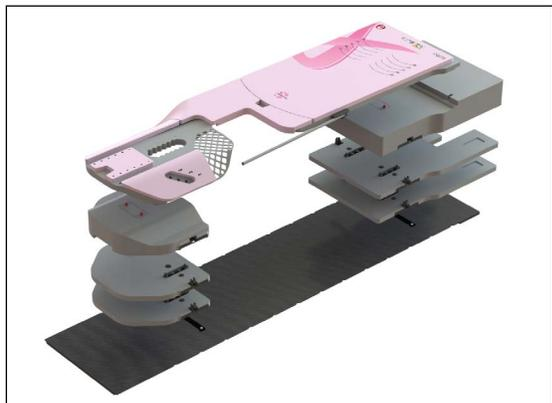

Fig. 3
2. Posizionare i rialzi e gli spessori per TC, a seconda della configurazione desiderata, sulle barre di posizionamento (Fig. 3 e 4). Assicurarsi di indicizzare i rialzi e gli spessori per TC usando le stesse posizioni sul rialzo per TC inferiore e superiore A, B, C o D (Fig. 5, 6 e 7). Gli spessori possono essere impilati l'uno sull'altro per aumentare l'altezza in incrementi di 2,5 cm.